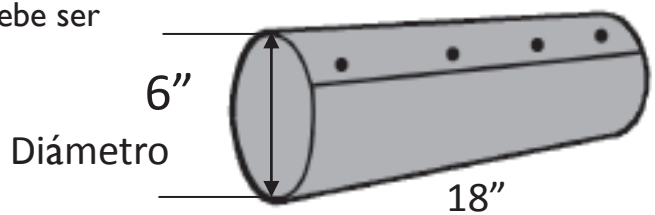

Figura 24
**#3** Forme un tubo con el zinc de 18 pulgadas dejando un solapamiento de una pulgada. Es recomendable poner el lado que cortó adentro, por razones estéticas y por seguridad. **¡Zinc cortado con tijeras es muy filoso!** El diámetro del tubo debe ser aproximadamente 6 pulgadas. (Figura 24)